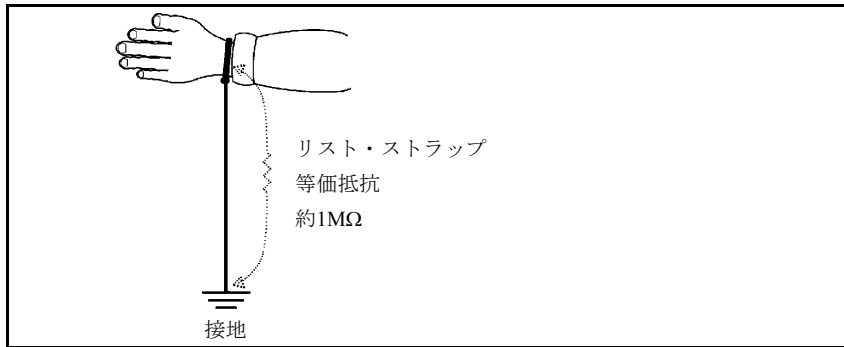

図 2-1 人体の静電気対策
- 人体： リスト・ストラップの装着 (図 2-1 を参照)